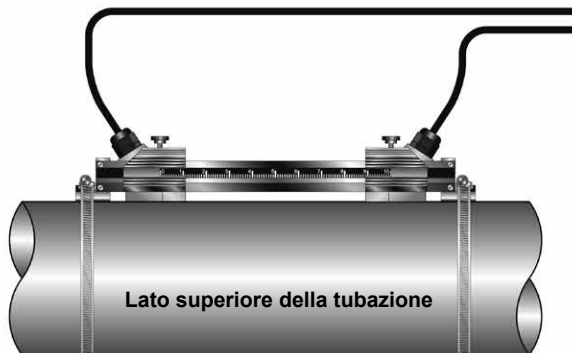

Fig. 24 - Installazione della guida di montaggio
- 5) Posizionare il primo trasduttore tra i binari di montaggio vicino al punto zero della scala. Far scorrere l'attacco a clamp sopra il trasduttore. Regolare il clamp /trasduttore in posizione tale per cui l'incavo del clamp sia allineato allo zero della scala, come illustrato in Fig. 24.